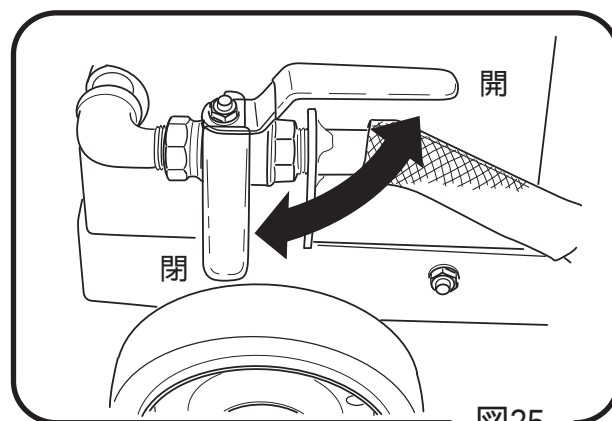

図25
- 9-5 散水コックを開いて水タンクに残っている水を排水してください。(図25)